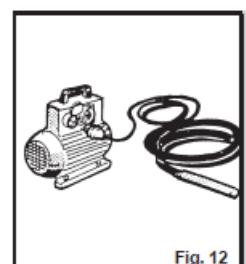

Fig. 12
1. Introduceți ștecherul acului vibrator în priza convertorului (Fig. 12).